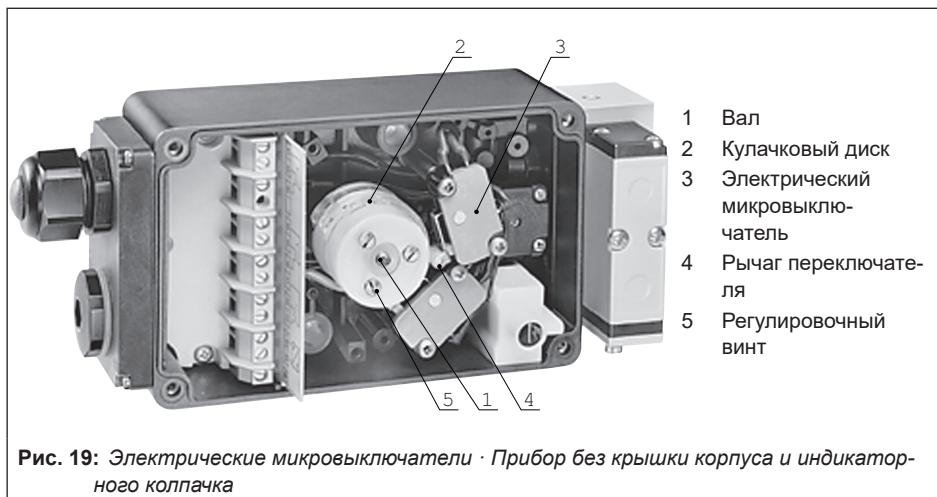

Рис. 19: Электрические микровыключатели · Прибор без крышки корпуса и индикаторного колпачка
В приборах с электрическими микровыключателями на валу (1) могут быть установлены до трёх кулачковых дисков (2). Каждый кулачковый диск (2) с помощью установленного на переключающем рычаге (4) ролика приводит в действие электрический микровыключатель (3) (см. Рис. 19).